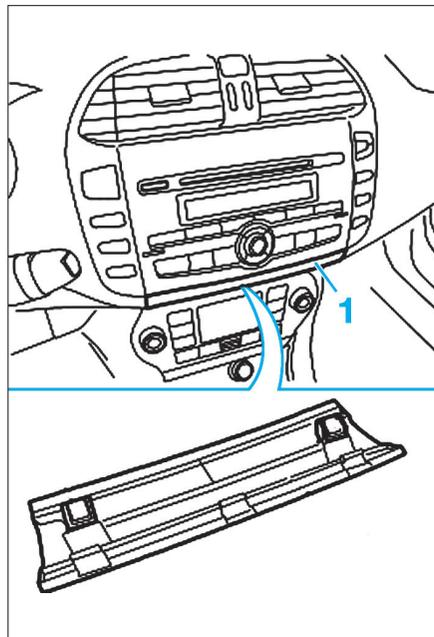

Fig. 23
- la garniture inférieure d'autoradio (1) (Fig.23),